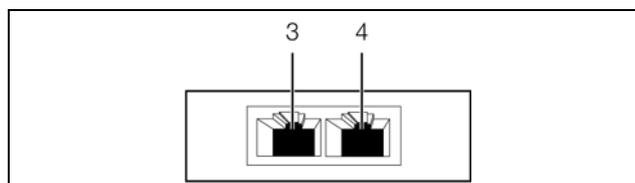

Рис. 8: Задняя сторона датчика температуры
- Соедините датчик температуры кабелем CAN-Bus с интерфейсом CAN-Bus Процессорного блока СМС III или с соседним компонентом в шине CAN-Bus (рис. 8, поз. 3).
- При необходимости подключите ко второму, свободному интерфейсу CAN-Bus датчика температуры (рис. 8, поз. 4) следующий компонент (например, датчик другого типа).